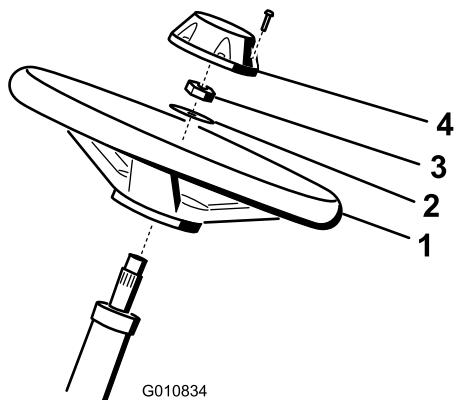

Figura 5
- Collocate il volante sul piantone (Figura 5).
- Collocate la rondella sul piantone (Figura 5).
- Fissate il volante sul piantone per mezzo di un dado di bloccaggio serrato a 27–35 N·m (Figura 5).
- Montate il coprimozzo sul volante e fissatelo con l'aiuto di 6 bulloni (Figura 5).